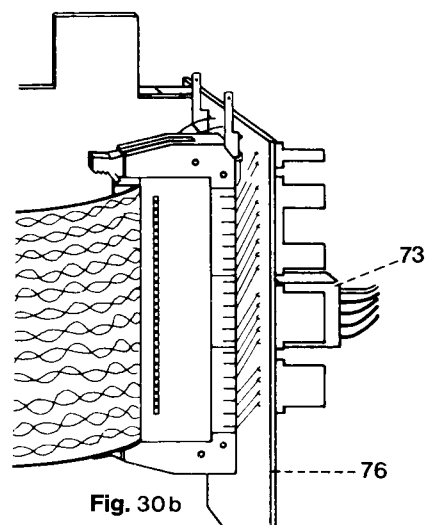

Fig. 30b
- Stecker 73 des Positionsgebers 84 (Fünfsteckgehäuse) in die vorgesehene Stelle des Teststeckers 76 stecken (siehe Abb. 30b).
- Insert synchronizer plug 73 (five-pin connector) in the appropriate portion of test plug 76 (Fig. 30b).
- Engager la fiche 73 a cinq broches dans la partie correspondante de l'adaptateur de test 76 (fig. 30b).